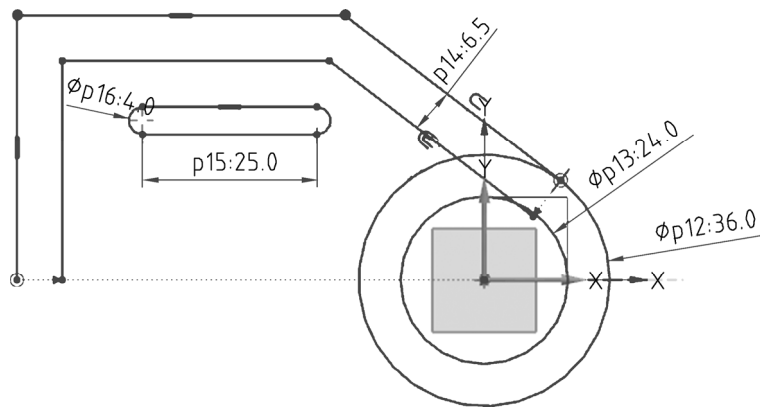

图 1-3-10 绘制腰形槽
(5) 绘制腰形槽。点击【直接草图】→【轮廓】命令，绘制如图 1-3-10 所示的腰形槽，定位尺寸为 25 和 4。